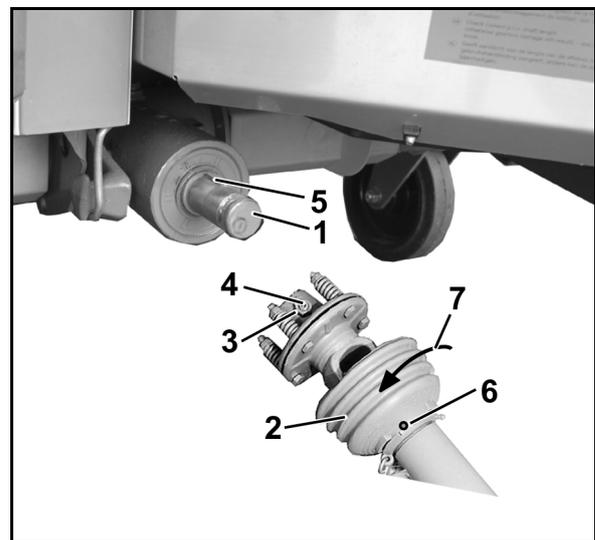

Fig. 36
2. Nettoyez l'arbre d'entrée (Fig. 36/1).
4. Dévissez la vis d'arrêt (Fig. 36/6).
5. Faites pivoter le bol de protection (Fig. 36/2) en position de montage (Fig. 36/7).
7. Desserrez le contre-écrou (Fig. 36/3) à l'intérieur de la mâchoire d'accouplement du limiteur à friction (jusqu'à ce que le goujon fileté ne dépasse plus hors du contre-écrou), dévissez le goujon fileté à six pans creux (Fig. 36/4) et vérifiez si la mâchoire d'accouplement se retire aisément de l'arbre de boîtier.
Veillez à ce que la clavette (Fig. 36/5) soit entièrement couverte !
9. Assurez-vous que l'arbre à cardan ne puisse pas se déplacer axialement. Pour cela, serrez à fond le goujon fileté six pans creux à l'aide d'une clef pour vis six pans creux et bloquez l'ensemble à l'aide du contre-écrou (Fig. 36/3).
2. Desserrez le contre-écrou (Fig. 36/3) à l'intérieur de la mâchoire d'accouplement du limiteur de couple à friction. Dévissez le goujon fileté (Fig. 36/4).